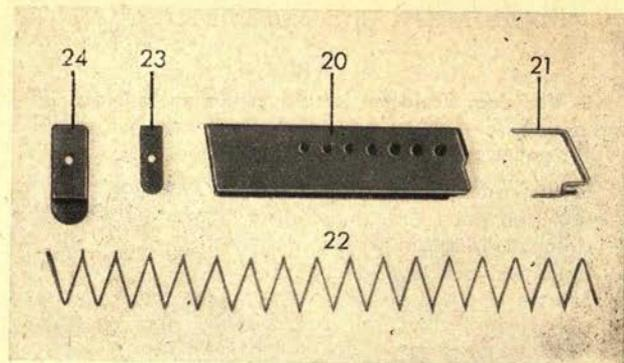

Fig. 3
9. Zusammensetzen: In umgekehrter Reihenfolge wie das Zerlegen. Beim Einsetzen der Magazinfeder ist darauf zu achten, dass die verkürzte Endwindung in richtiger Weise unter den Zubringer zu liegen kommt (s. Fig. 3).